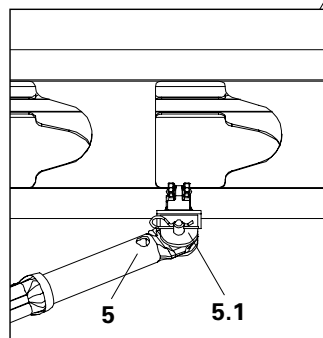

Fig. A2.15.1
2. Fastgør elementstøtte (5) med bolt og split. (Fig. A2.15.1)